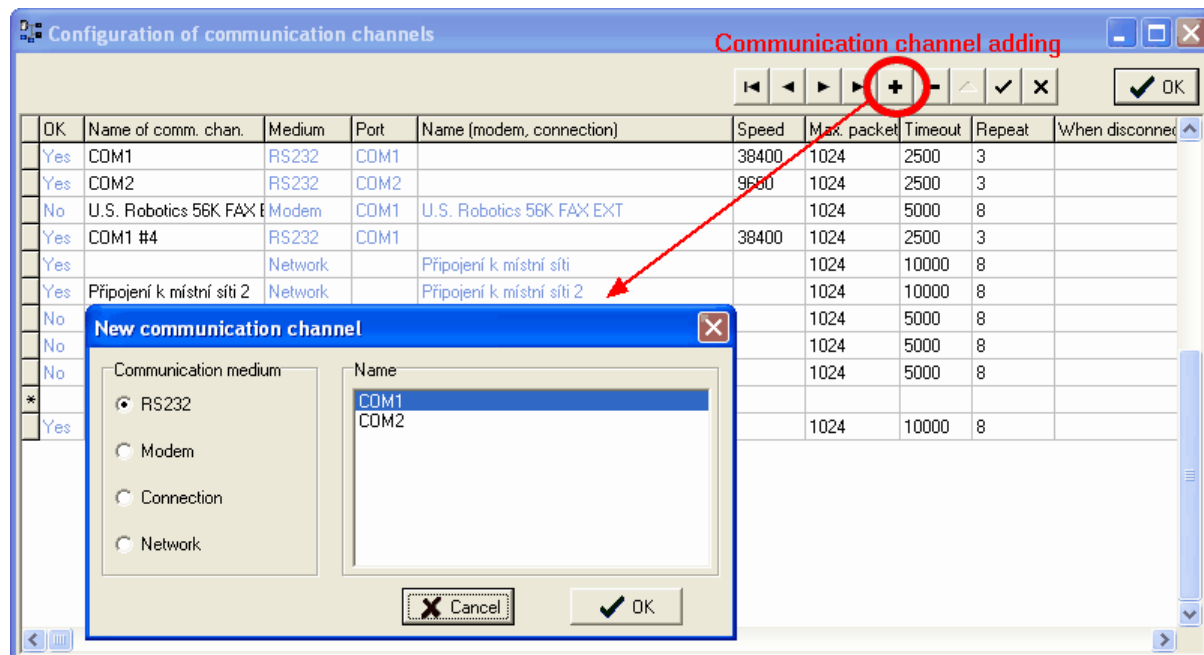

Fig. 25 Aggiunta di nuovo canale di comunicazione
- In caso di aggiunta di un nuovo dispositivo nel service SW impostato, è possibile scegliere un canale di comunicazione già definito o stabilire un nuovo canale di comunicazione con il tasto "+", vedere Fig. 25.